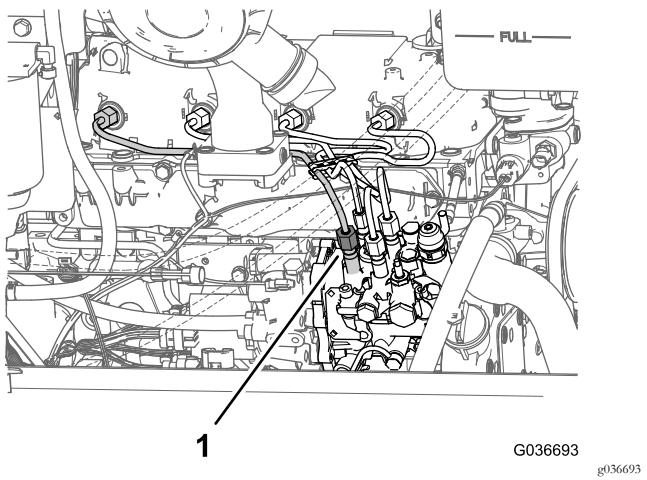

Figura 45
- Afloje la tuerca del tubo del inyector de combustible del cilindro N° 1 en la bomba de inyección (Figura 45).